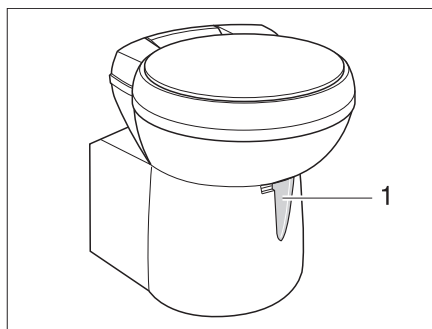

Fig. 254 Tazza del WC Thetford, orientabile
- Prima di tirare l'acqua, aprire il cursore della toilette Thetford. A tal fine girare la leva del cursore (Fig. 254,1) in senso antiorario.
- Girare la leva del cursore (Fig. 254,1) in senso orario. Il cursore viene chiuso. Per svuotare il cursore **deve** essere chiuso nella toilette Thetford.